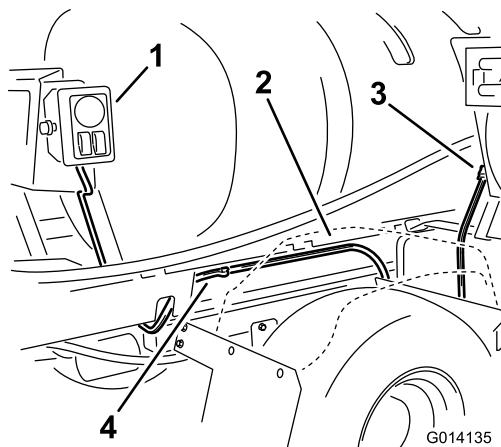

Figura 18
6. En la caja de control, pase el arnés restante con el conector del carrete de la manguera hacia adelante, por el lado derecho de la máquina, entre el patín del depósito y el guardabarros trasero derecho (Figura 18). Utilice 2 conectores a presión para sujetar el arnés de cables al bastidor del patín del depósito.